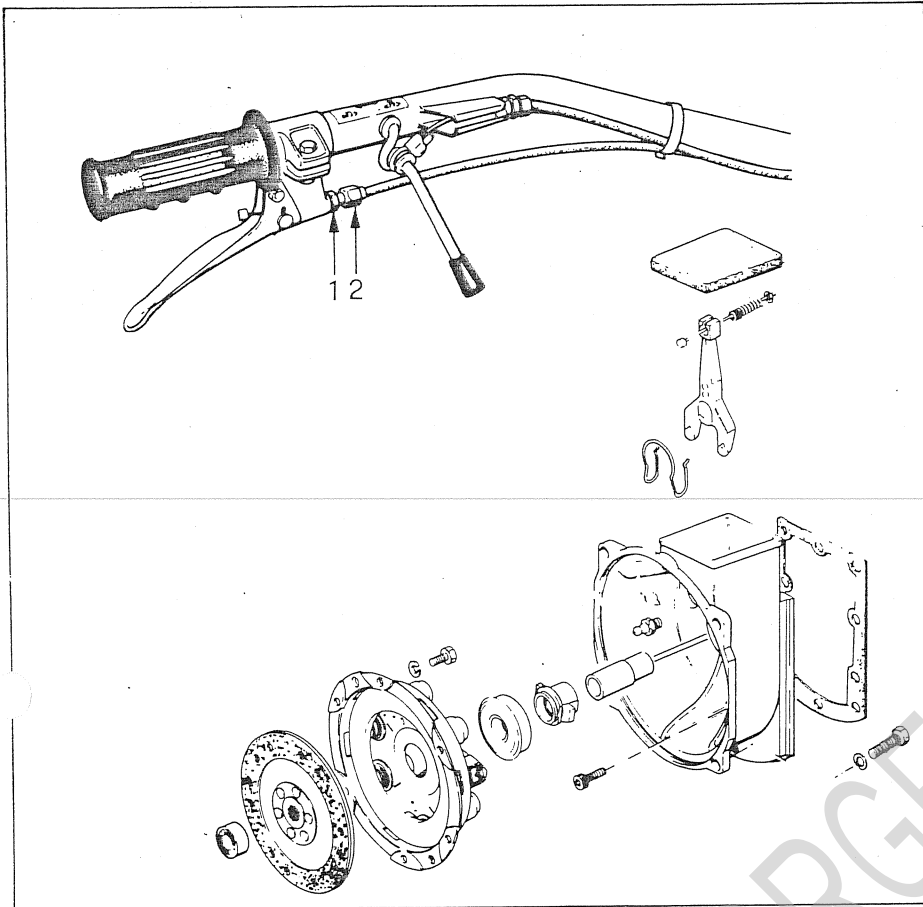

Fig. 16 - Bild 16
Sollte der freie Hebelweg ungenügend (Rutschung der Kupplung) oder übermäßig (unvollständige Ausschaltung) ausfallen, das Steuerdrahtseil (siehe Bild 16) durch Wirkung auf die Einstellmutter (2) nach Lösen der Gegenmutter (1) so einstellen, dass der freie Hebelweg ca. 10 mm beträgt.
2. If the idle travel is insufficient (clutch slip-page) or excessive (disengagement is not complete) adjust the relevant control cable (see fig. 16), unloosing jam nut (1) and operating on set nut (2) until a 10 mm idle travel is achieved.
2. Si la course à vide du levier s'avère insuffisante (l'embrayage patine) ou excessive (débrayage incomplet) régler le câble de commande (voir fig. 16). Agir sur l'écrou de réglage (2) après avoir relâché le contre-écrou (1), de sorte que la course à vide soit d'environ 10 mm.